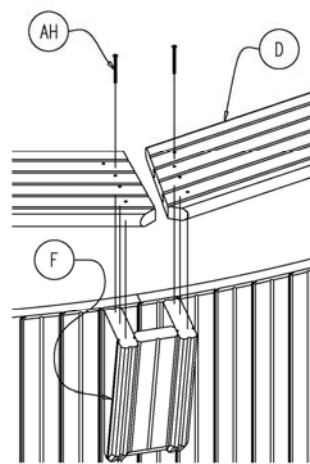

Figure 13.2
Fixez cette extrémité par le dessus. Par la suite, fixez l'autre extrémité sur les colonnes (F) avec des vis (AH) (Figure 13.2).
Tel qu'illustré aux figures 13.2 et 13.3, fixez la partie intérieure des margelles en premier et, une fois qu'elles sont toutes placées, visser la partie arrière.